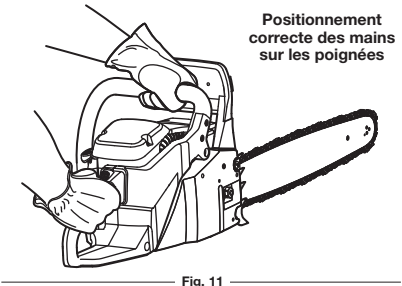

Fig. 11
- Tenez fermement la tronçonneuse des deux mains. Gardez toujours la main gauche sur la poignée avant et la main droite sur la poignée arrière de façon à ce que le corps de l'utilisateur se trouve sur la gauche de la ligne de coupe de la chaîne (Fig. 11). Utilisez ces positionnements des mains même si l'utilisateur est gaucher.